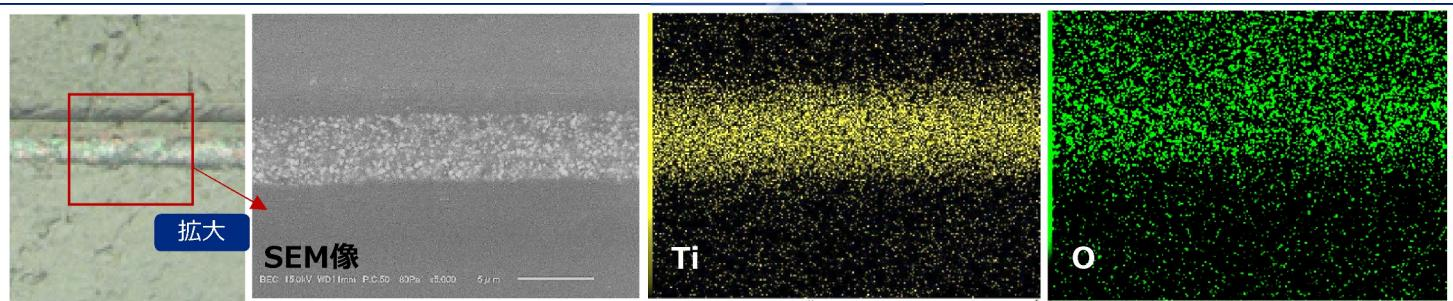

Fig.5 白色層の元素マッピング
■ ねりわさび容器断面にみられた白色層の成分を調査するため、走査電子顕微鏡(SEM)-エネルギー分散形特性X線分析装置(EDS)による拡大観察と元素マッピング分析を行いました(Fig5)。白色層の部分にはTi(チタン)及びO(酸素)が多く分布しており、白色層の成分は酸化チタンと推定されました。